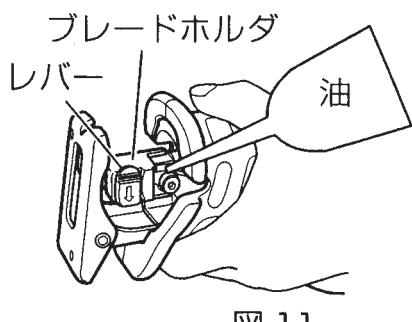

図 11
- (1) のこ刃取付け部がいつも円滑に動くように、ご使用後は切粉・土・砂・水分などをエアーで吹き飛ばすか、ブラシなどで清掃してください。
- (2) 図 11 のように、ブレードホルダ周辺部に切削油などを定期的に注油してください。
- 注** • 作業終了後、のこ刃取付け部（図11参照）に切粉・土・砂・水分などを付着したままにしておくとプランジャ部がさびついて機体内部の故障の原因になるので、必ず清掃して保管してください。